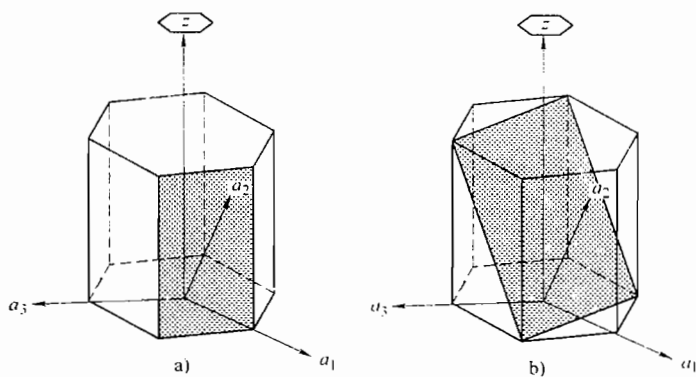

图 15-5 第五题解答图
(1) 属六方原始格子。(2 分)
(2) 六次旋转轴 L^6 如图 15-5 所示。(2 分)